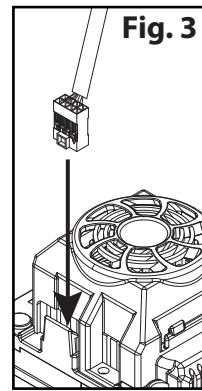

Fig. 3
3. Conecte el conector de 8 clavijas del amplificador de potencia de alto voltaje en el puerto de accesorios del ESC; tenga en cuenta la orientación del conector (Fig. 3). El amplificador y las luces se encenderán cuando el ESC esté encendido.